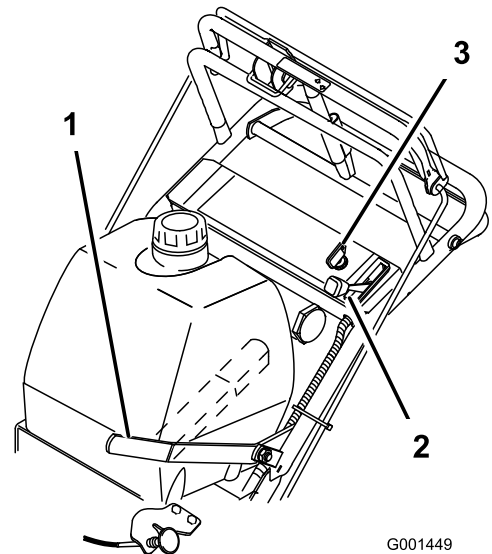

Figure 7
5. Tournez la clé de contact à la position **marche** (Figure 7).
8. Sortez le starter si le moteur est froid (Figure 7).
1. Réglez la manette d'accélérateur en position **bas régime** (Figure 7).
3. Tournez la clé de contact à la position **contact coupé** (Figure 7).